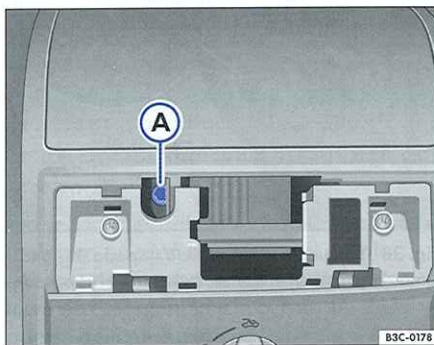

Fig. 36 Tornillo para cerrar el techo corredizo y deflector
- Introduzca una llave Allen corriente²⁷⁾ de 4 mm en el tornillo Allen ⇒ fig. 36 (A). ▶